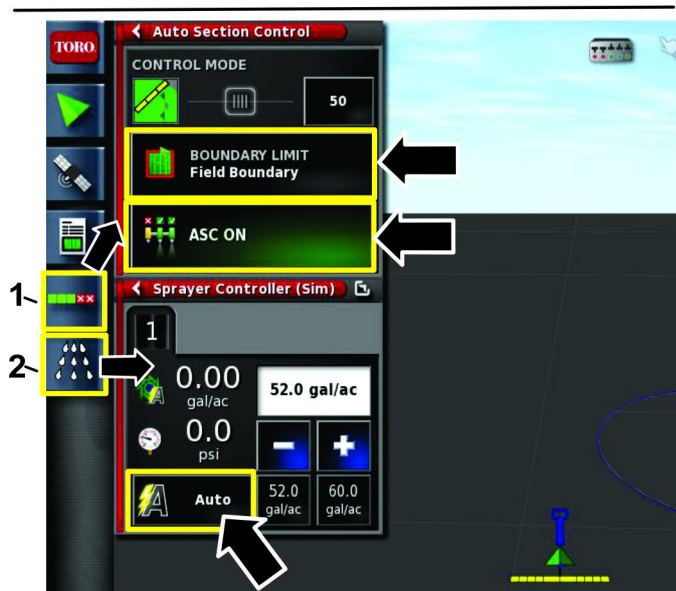

Figure 22
- Sélectionnez l'icône de configuration-contrôle de section automatique (icône ASC) et l'icône du contrôleur du pulvérisateur pour ouvrir ces écrans (Figure 22).
- Placez l'icône ASC sur ASC ON (ASC activé), placez l'icône de délimitation sur FIELD BOUNDARY (limite de champ) et placez l'icône de régulation de débit sur AUTO (Figure 22).